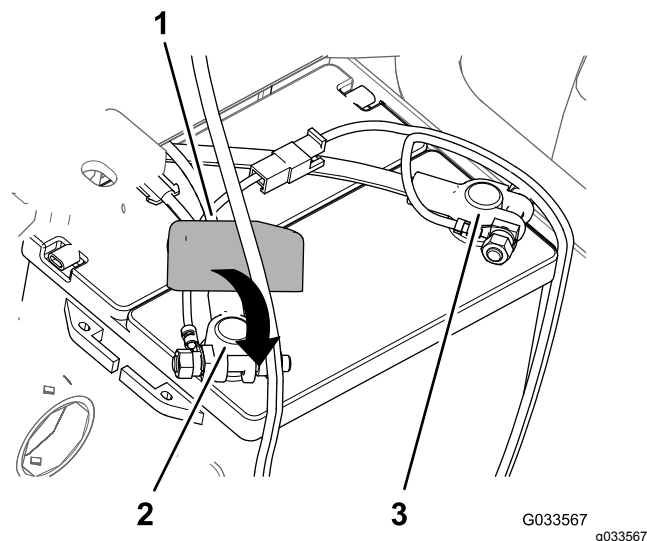

Figura 32
8. Ligue o cabo positivo da bateria ao borne **positivo** da bateria e aperte a porca de fixação à mão (**Figura 32**).